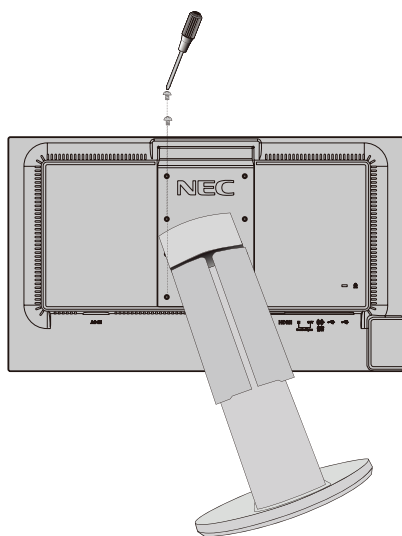

Figure S.2
4. Retirez tout d'abord les 2 vis inférieures : Déplacez le support vers la gauche et la droite pour retirer les 2 vis inférieures (**Figure S.2, S.3**).